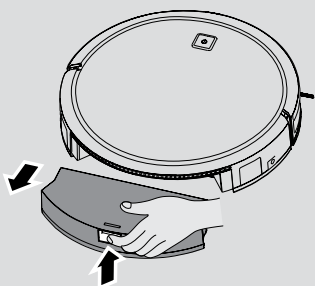

Fig. 17
1. Presione el botón de liberación y sáquelo. **[Fig. 17]**
2. Pulsar el botón de desbloqueo del depósito de polvo y extraer el depósito de Robot. **[Fig. 17]**